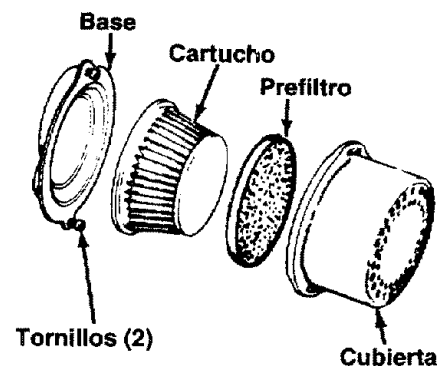

FIGURA 14.
- Tome la manija del encendido (vea la figura 14) y tire de la cuerda lentamente hasta que el motor llegue al comienzo del ciclo de compresión (en este punto deberá tirarse de la cuerda un poco más fuerte). Deje que la cuerda se enrolle lentamente.
**NOTA:** Si el motor no dispara después de tres intentos, mueva la palanca del regulador de aire a mitad de recorrido entre la posición de CHOKE y RUN y trate nuevamente. Vea la figura 14.